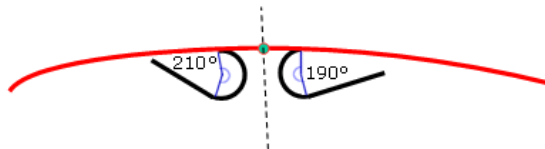

Figura 2.96 Ejemplo Crimp Angle.
- **Crimp Angle:** solo disponible para “Variant -> Crimp y Crimp - Flange”. Es el ángulo del acabado de redondeo, debe ser superior a 180° (Figura 2.96). En caso de ser 360° , “Length” no produce ningún cambio. Este valor se almacena en el árbol.